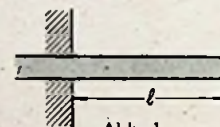
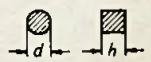

Abb. 1
Abb. 2
Die Eigenschwingungszahl eines einseitig eingespannten Stabes (Abb. 1) läßt sich nach
Kreisquerschnitt gilt (Abb. 2) $I = \frac{\pi \cdot d^4}{64}$ für einen quadratischen Querschnitt $I = \frac{h^4}{12}$.
Die eigentliche Messung erfolgt mit einer Potentiometerschaltung nach Abb. 1; legt man an den aus dem zu messenden Widerstand R_x , dem Drehpotentiometer R_1 und dem Festwiderstand R_2 bestehenden Spannungsteiler die Gleichspannung E_1 , so ist die an dem Schleifer von R_1 abgegriffene Spannung E_2 durch
Links: Abb. 1. Prinzipielle Anordnung zum Messen hochohmiger Widerstände. Rechts: Abb. 2. Vollständige Schaltung eines Gerätes zur Messung von Widerständen von 50 Kiloohm bis 5 Megohm
Spannung E_2 erhält. Wenn R_1 eine lineare Widerstandswicklung hat, so ist der Drehwinkel dem Wert von R_x proportional, wodurch die Eichung der Meßskala sehr einfach wird, wenn man den Wert von R_x kennt, der zu dem maximalen Drehwinkel ($k = 1$) von R_1 gehört. Diesen Höchstwert bekommt man aus Gleichung (2), wenn man dort $k = 1$ setzt. Die konstant zu haltende Spannung E_2 wird mit einem einfachen Röhrenvoltmeter bestimmt, so daß sich die vollständige Schaltung des Meßgerätes nach Abb. 2 ergibt. Da die Größe der Spannung E_2 gar nicht bekannt zu sein braucht, sondern nur auf einem gleichbleibenden Wert gehalten werden muß, genügt ein empfindliches Nullinstrument oder ungeeichtes Milliampereometer im Anodenkreis der Röhre; der durch das Meßinstrument fließende Anodenstrom wird durch den Spannungsteiler $R_3 \dots R_4$ kompensiert. Für das Spannungsverhältnis $n = E_2/E_1$ wurde hier der Wert $1/100$ gewählt, so daß sich bei einer Anodenbatterie von 45 ... 100 Volt eine Gitterspannung E_2 von 0,45 ... 1,0 Volt ergibt. Die Wahl der Röhre ist nicht kritisch. (Fortsetzung auf Seite 656)